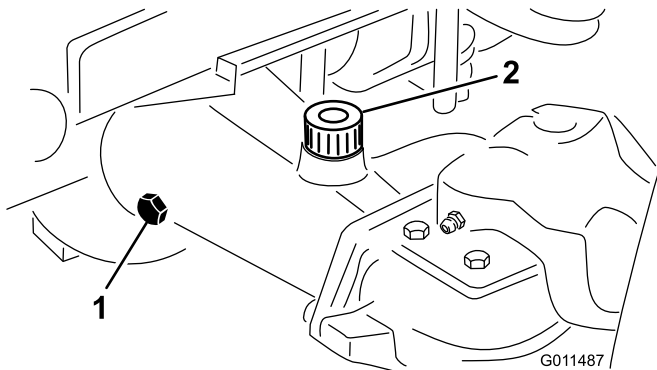

図 64
2. アクスの一方の端部から点検用プラグを抜き、穴の高さまで潤滑油があることを確認する 図 64。